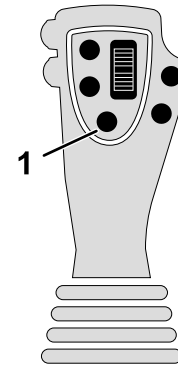
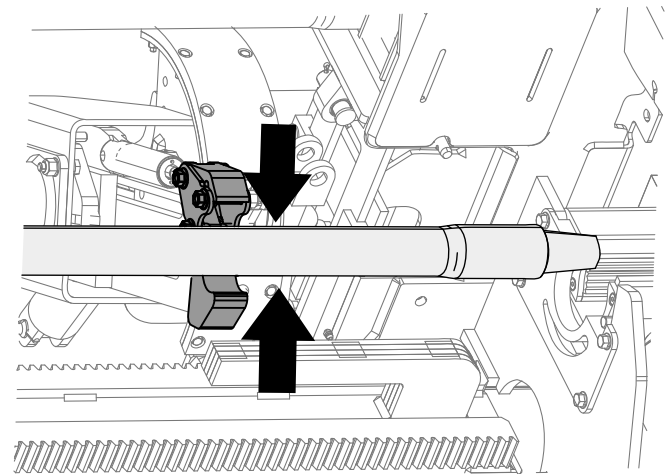

Bild 19
Bild 20
6. Halten Sie die untere linke Taste am linken Joystick gedrückt, um das Rohr zu greifen (Bild 19 und Bild 20) und lassen Sie die Taste los.